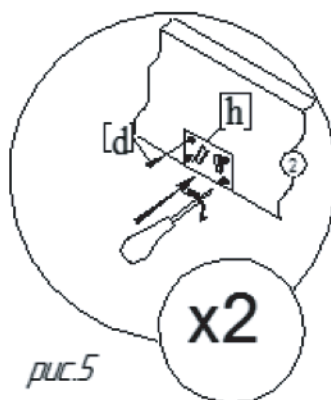

рис.5
- прикрепить к царгам поз.1 и 2 при помощи саморезов поз.с крепежный элемент поз.г (рис.5);